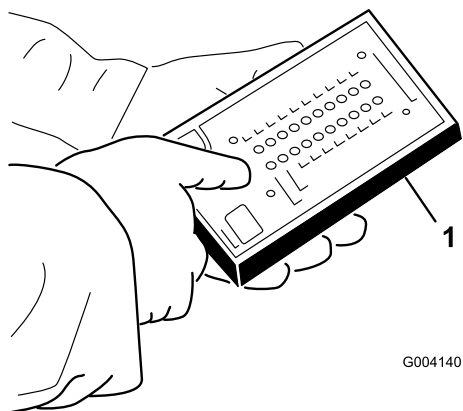

Figure 31
3. Branchez le connecteur de l'outil de diagnostic ACE au connecteur du faisceau de câblage (Figure 31). Vérifiez que le masque correct est apposé sur l'outil de diagnostic ACE.